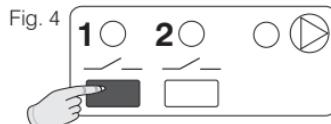

Fig. 4
- Mantenere premuto il **tasto 1** (o **2**) sino alla emissione di un breve segnale acustico, quindi rilasciarlo: il comando è attivato ed il corrispondente **LED** acceso fisso (fig.4). Anche il comando della pompa (o caldaia) viene attivato.